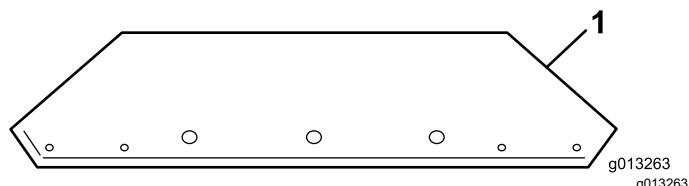
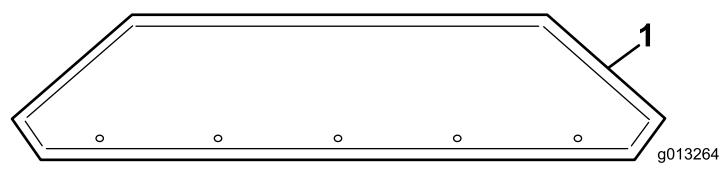

Figura 13
Figura 14
- Estraete le prolungherie della tramoggia dalla scatola e individuate l'anteriore e la posteriore (Figura 13 e Figura 14).